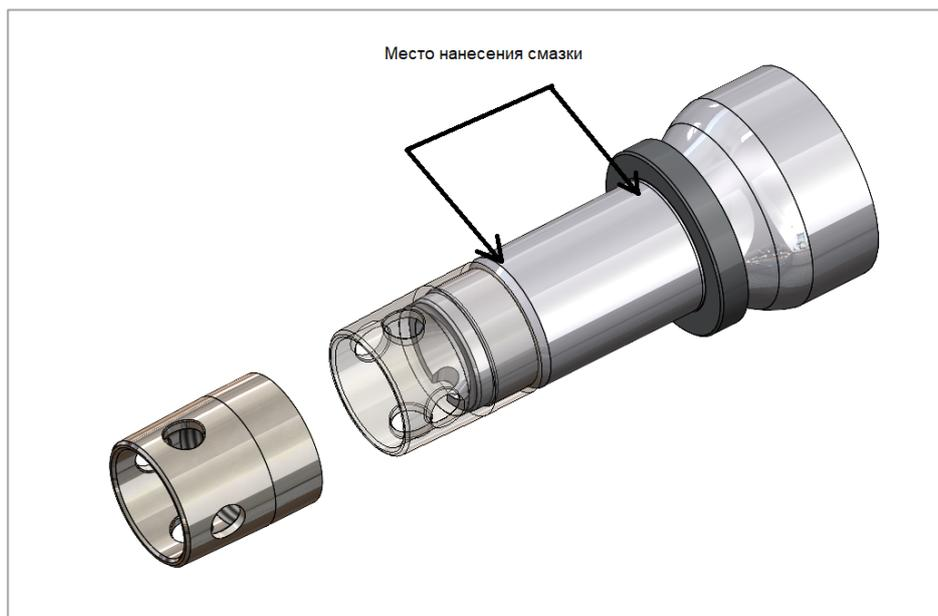

Рис. 9.1. Место нанесения смазки
2) Нанесите тонкий слой антифреттинговой смазки 85% на цапфу, остаток 15% используйте ближе к упорному кольцу (рис. 9.1)